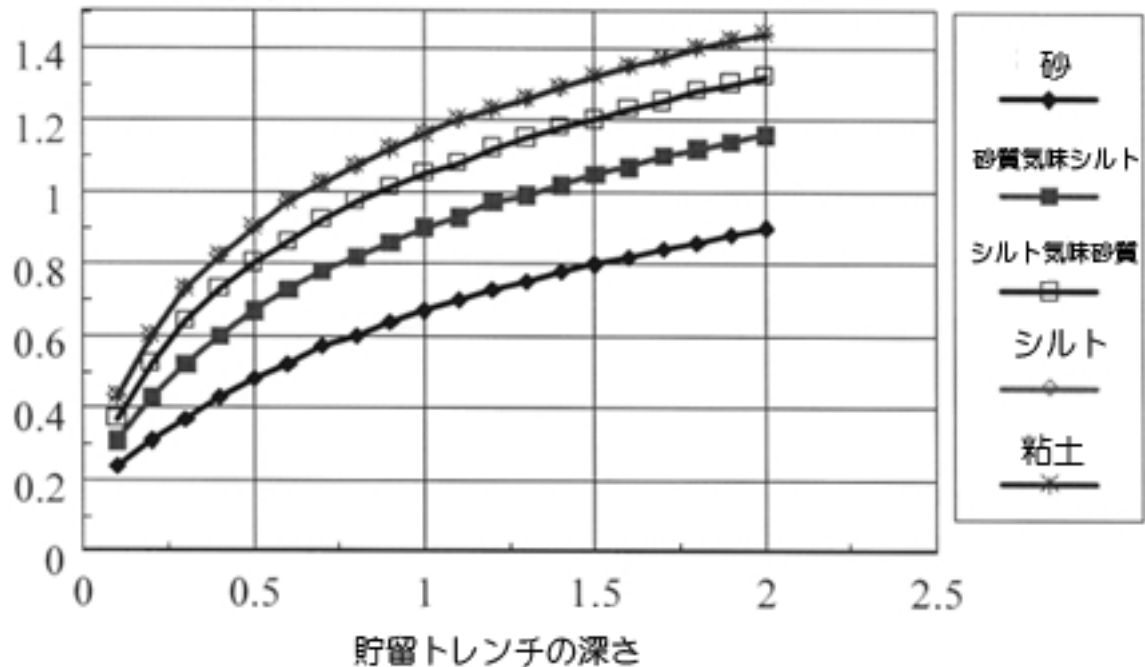

図 5. 浸透トレンチへの覆土
- 典型的なドライウェルは、地面に密着させて配置すべきである。しかしながらこれは、その中の貯留深、霜が酷い地域、周囲の土媒体の成層に応じて変わる。霜の被害が酷いと予測される場所は、周りの自然土壌にも、凍ると思われる潜在的な水の量にも依存する。図 5 は、各種の地下トレンチ深と自然土壌媒体に対する推奨される最小覆土の深さに対する基準を提供する。この曲線は、専門家により水の膨張と水の凍る潜在的な可能性に基づいて生み出されている。